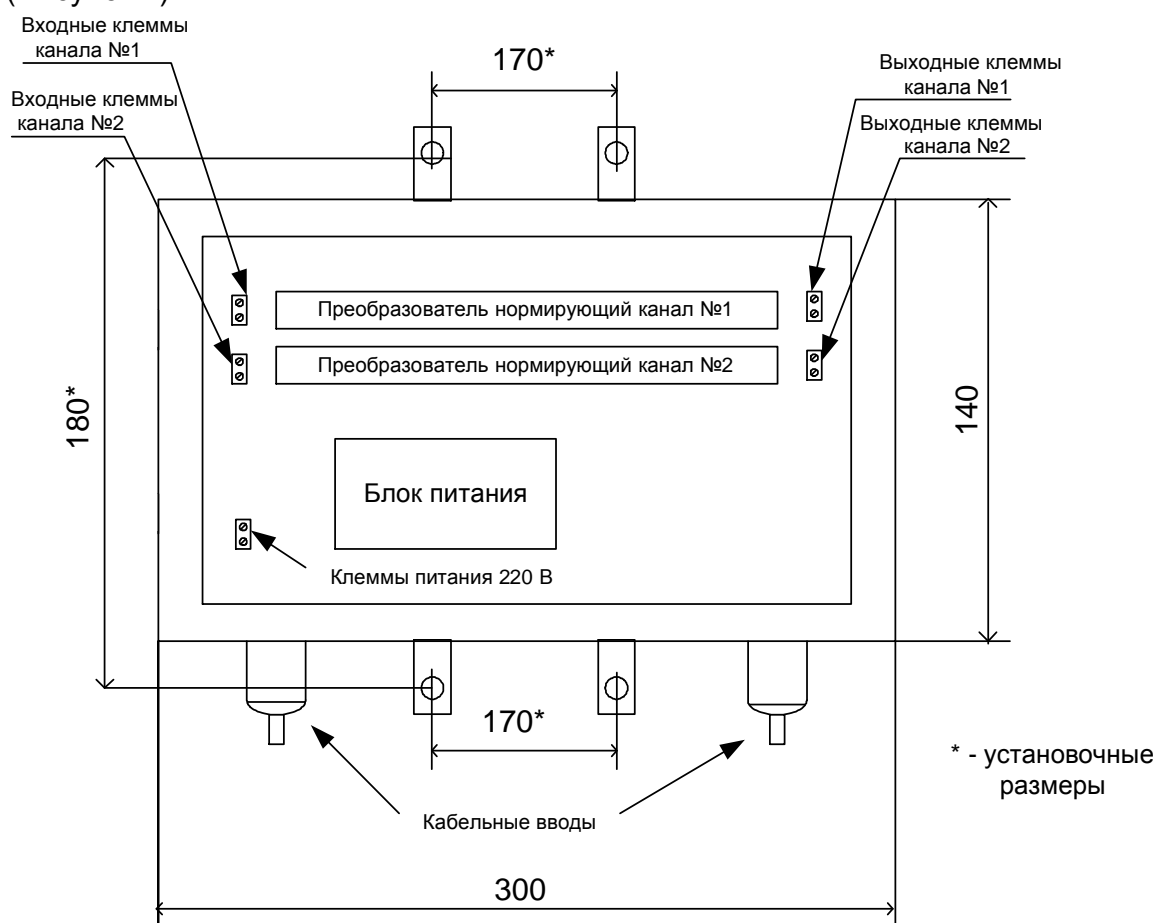

Рисунок 1
1.5.1. Преобразователь нормирующий выполнен в металлическом корпусе прямоугольной формы (Рисунок 1).